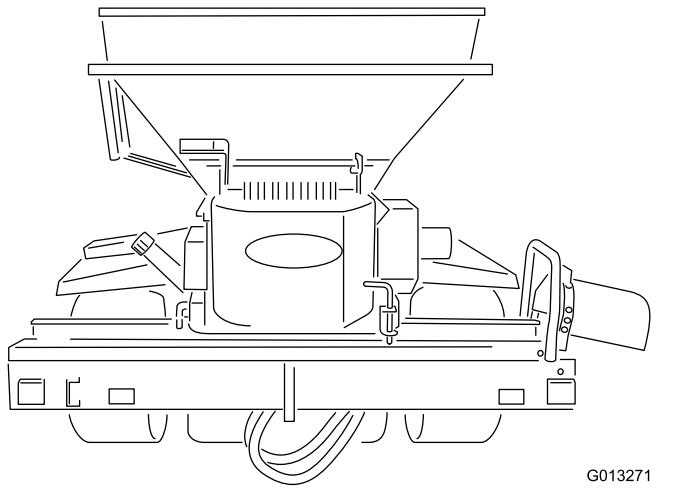

図 8
10. コンベアを「移動走行」位置にしてピンで固定するモータがトップドレッサの右側にくるのが正しい移動走行位置である図8。